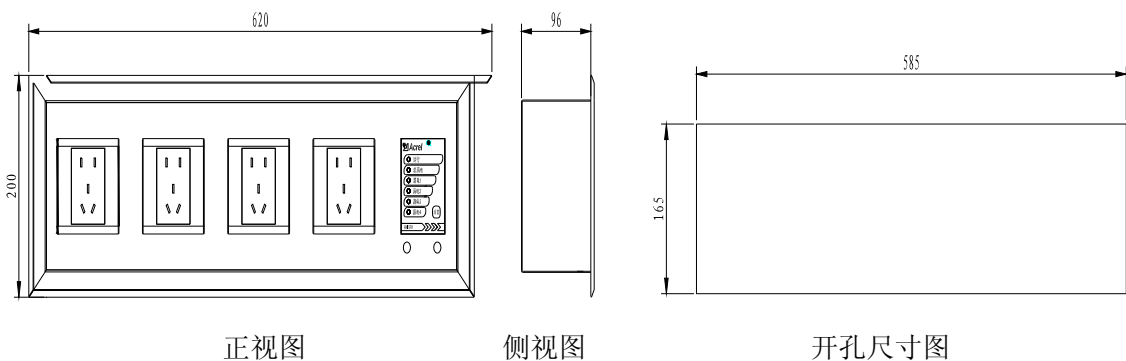

图 3 AMIS10-J4 型智能插座箱外形与开孔尺寸
5.1.2 AMIS10-J4 型智能插座箱外形与开孔尺寸（单位：mm）如图 3 所示。